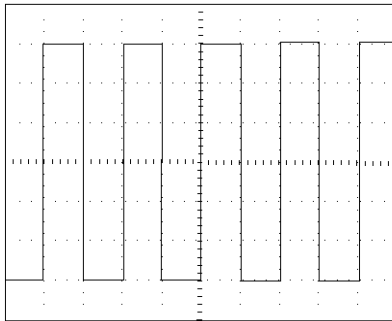

图 1-6 探头补偿器波形
3、将探头端部和接地夹连接至探头补偿器的输出端，按 **AUTOSET**（自动设置）按钮，数秒钟内可见示波显示（3V，1KHz）。如图 1-6 所示。